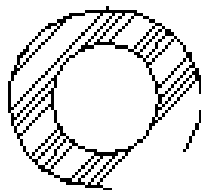

Рис.3 Штриховка незамкнутого контура
2) На рис.3 показан контур с разрывами в границе. Чтобы заштриховать области внутри контуров, необходимо нажать кнопку **Выбор объектов**, поскольку при поиске внутренней точки в незамкнутой границе на экран выводится предупреждающее окно **Ошибка определения контура** с сообщением «Не из чего создавать контур».